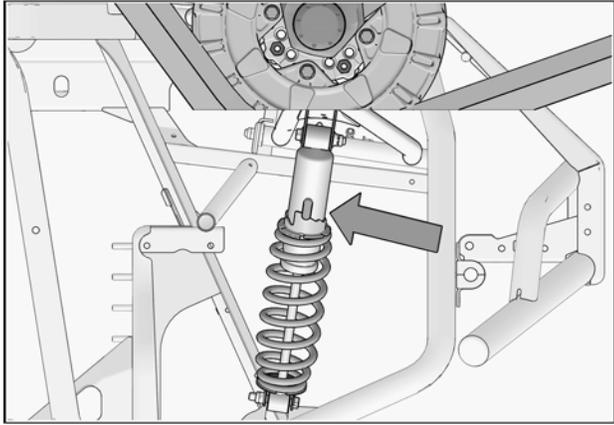

Fig. 30
1. Vérifier l'ajustement de la suspension; si les amortisseurs sont réglables, ils doivent être réglés au niveau le plus ferme pour permettre un maximum de dégagement entre les systèmes et les ailes du véhicule. Voir la Fig. 30